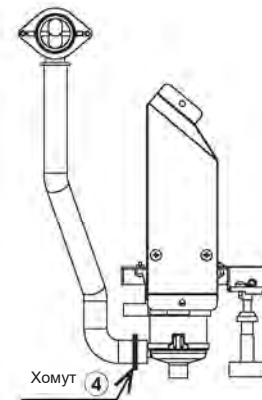

Рис.3-5
(2) Надежно закрепите соединительную часть с помощью ленты 4 (Рис. 3-5).